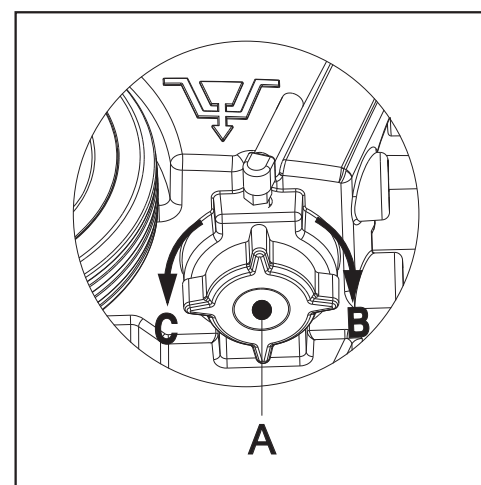

FIGURA 9
7. Como se muestra en la Figura 9, gire la tapa del depósito de solución (A) en sentido contrario a las agujas del reloj (en dirección C), para drenar el depósito de la solución por completo. Use agua limpia para enjuagar el interior del depósito de solución. Una vez terminado, coloque la tapa del depósito de solución (A) girando en el sentido horario en la dirección (B).